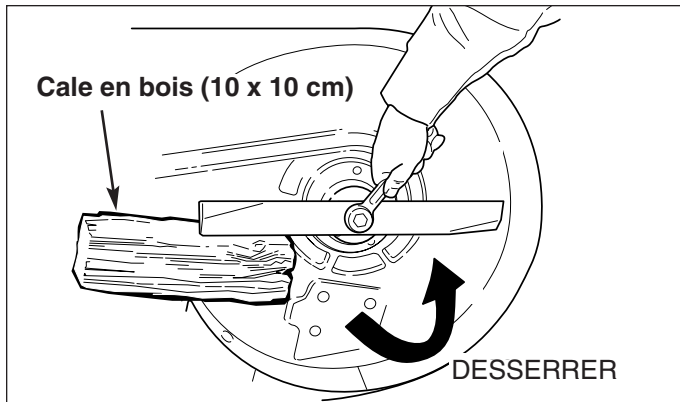

Figure 24. Dépose de la lame
3. Pour retirer une, la bloquer avec une cale en bois afin de pouvoir enlever le boulon de fixation (Figure 24).